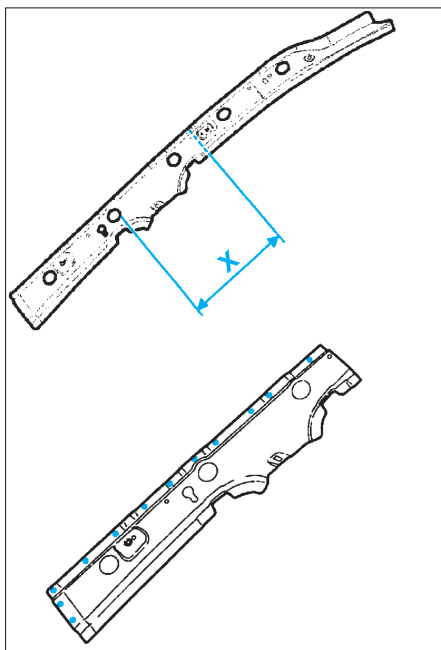

FIG. 75
• Découper à l'aide d'une meule épaisseur 1 mm (coupe définitive) et percer des trous de Ø 6,5 mm pour soudage ultérieur par points bouchons (Fig.75).